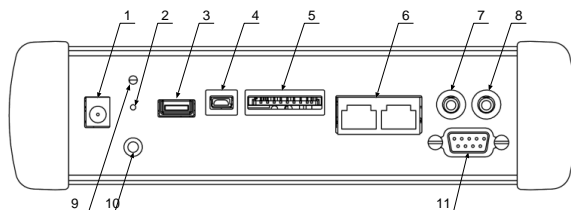

Рис. 3.2. Панель системных интерфейсов
8. Надёжно заземлять корпус прибора, используя соответствующие гнезда заземления (рис. 3.2, с. 14).
Беркут-ММТ может работать с помощью адаптера от сети 220 В. Адаптер подключается к прибору через специально предназначенные для этого разъёмы (см. рис. 3.2, с. 14).
Аппаратная перезагрузка платформы производится через технологическое отверстие для жёсткого сброса на передней панели платформы (см. рис. 3.2, с. 14).